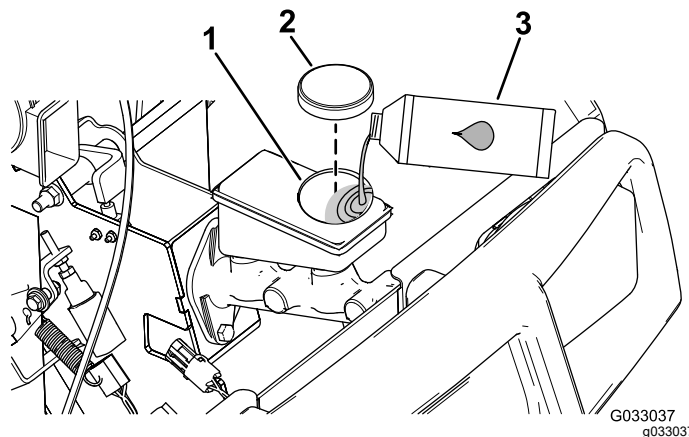

図 64
4. フードを持ち上げてブレーキのマスターシリンダとブレーキ液タンクにアクセスできるようにする 図 64。
- ウェスでタンクのキャップの周囲をきれいに拭いてキャップ外す 図 64。
- タンクにキャップを取り付ける 図 64。